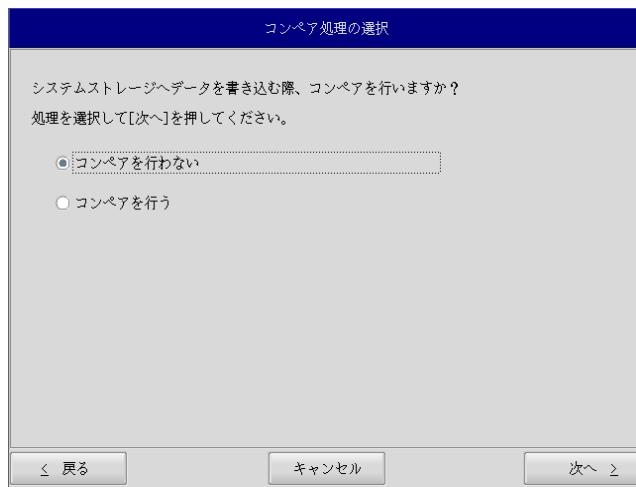

図5-2-6. コンペア処理選択画面
- ⑪ コンペア処理の選択画面(図5-2-6)が表示されます。